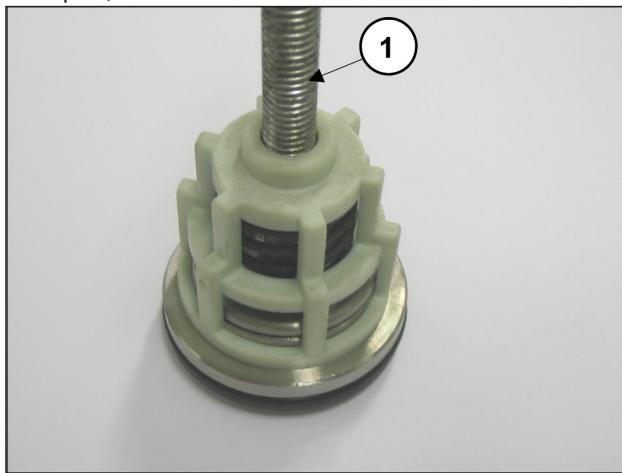

Fig. 17
- Démonter les groupes de la soupape d'aspiration et de refoulement en vissant une vis M8 suffisamment longue de sorte à pouvoir agir sur le plateau des soupapes et à extraire le guide de la soupape de son siège (Fig. 17, rep. ①).